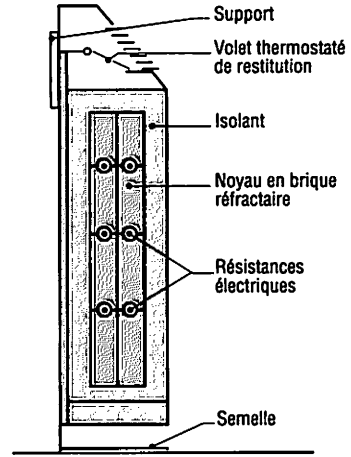

Fig. 12 : Accumulateur statique compensé.
- **type II** : ou **statique compensé**, il associe dans le même caisson un noyau statique, et un convecteur piloté par un thermostat d'ambiance (fig. 12) ;